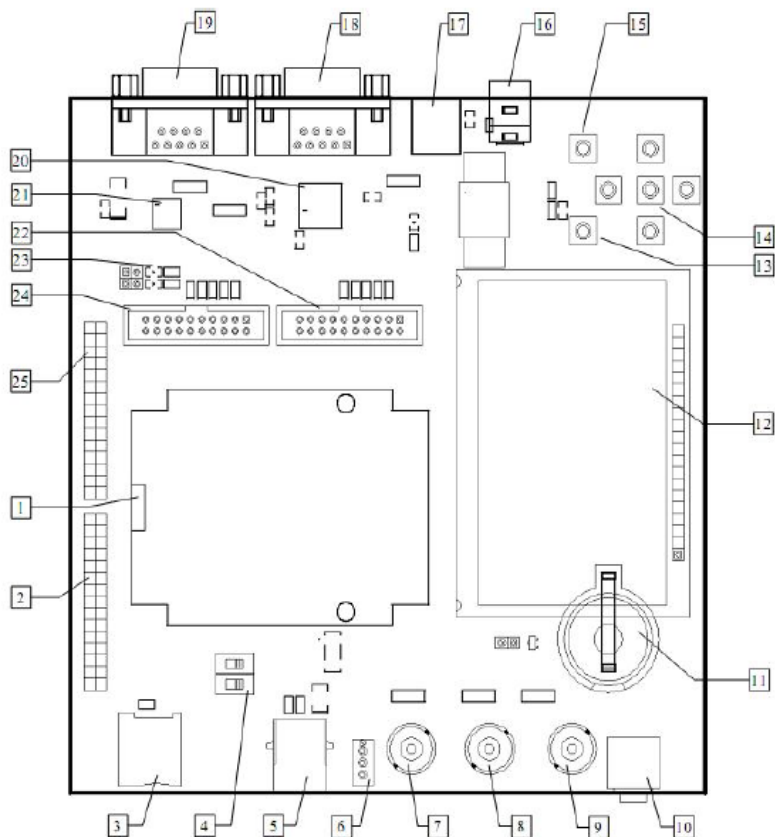

Рисунок 1. Внешний вид отладочной платы
Питание платы осуществляется от блока питания, который представлен на рисунке 2. Адаптер подключается к разъёму 16 (см. рисунок 1). Выходное напряжение адаптера составляет 5В постоянного напряжения.
7. Установить переключатели4 (см. рисунок 1) в положение FLASH/JTAGA и подключить программатор к разъёму JTAGA.